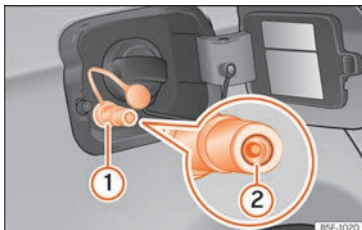

Fig. 277 Trappe à carburant ouverte : goulot de remplissage de gaz ①, serrure du goulot de remplissage ②.
- Enlevez le bouchon du goulot de remplissage de gaz » **fig. 277 ①**.